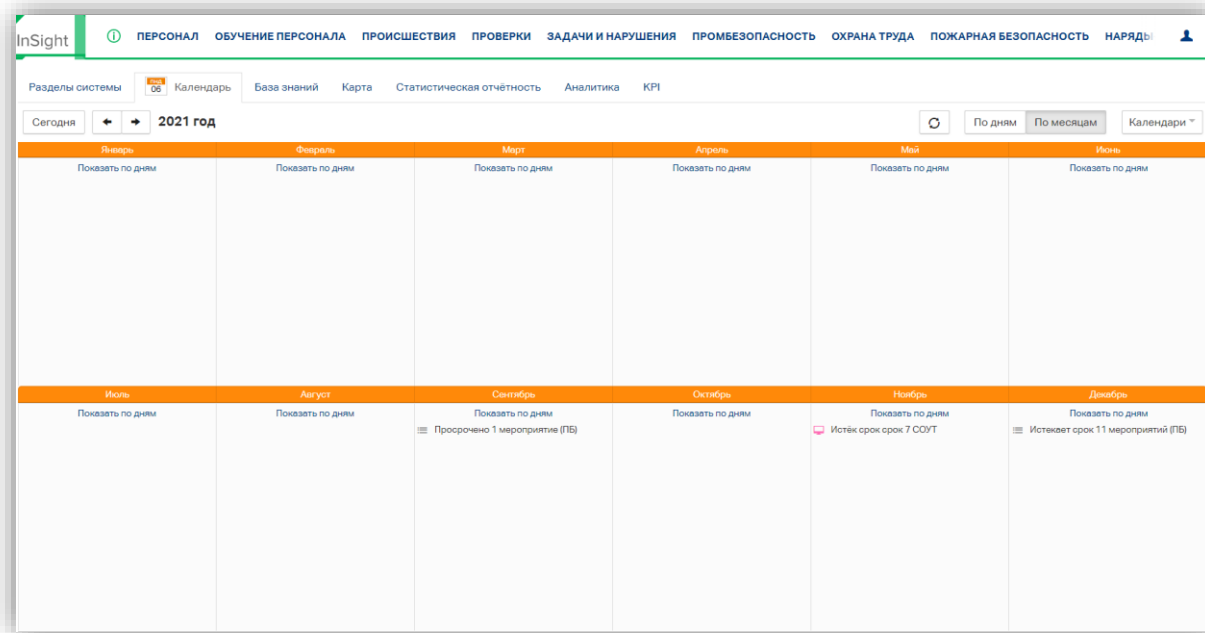

Рисунок 6.6. Календарный год по месяцам
- 2) по месяцам – отображает календарный год с событиями по месяцам (Рисунок 6.6):